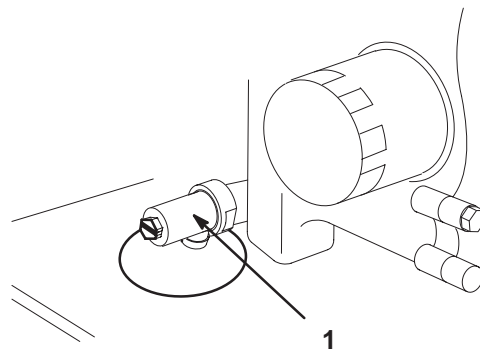

Abbildung 32
3. Eine Schale unter den Ölablaß stellen. Das Ventil mit einem flachen Schraubendreher, 3/8"-Schraubenschlüssel oder 10 mm-Schraubenschlüssel öffnen (Abb. 32).
4. Das Ventilende im Uhrzeigersinn drehen, um das Ventil zu schließen. Das Ventilende im Gegenuhrzeigersinn drehen, um das Ventil zu öffnen (Abb. 32).
5. Wenn das Öl vollständig abgelaufen ist, das Ablassventil schließen (Abb. 32).